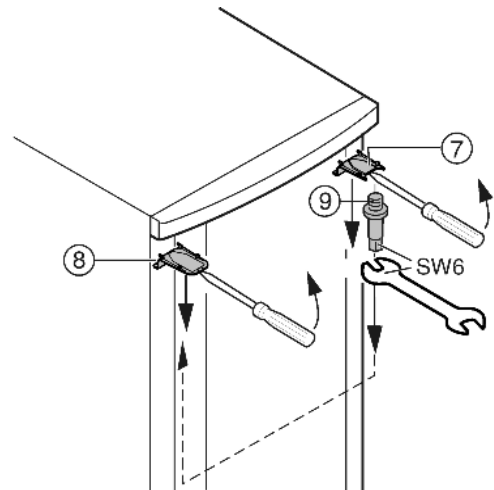

Fig. 6
- ▶ Oben Abdeckung Fig. 6 (7) und Abdeckung Fig. 6 (8) mit einem Schraubendreher vorn ausrasten und schräg nach unten entfernen.
- ▶ Lagerbolzen Fig. 6 (9) herausdrehen und auf der Gegenseite **fest (mit 4 Nm)** eindrehen.
- ▶ Abdeckung Fig. 6 (7) auf der Seite des Lagerbolzens wieder montieren: hinten einsetzen, vorn einrasten.
- ▶ Abdeckung Fig. 6 (8) auf der Gegenseite montieren: hinten einsetzen, vorn einrasten.
- ▶ Tür oben in Lagerbolzen Fig. 6 (9) einhängen.